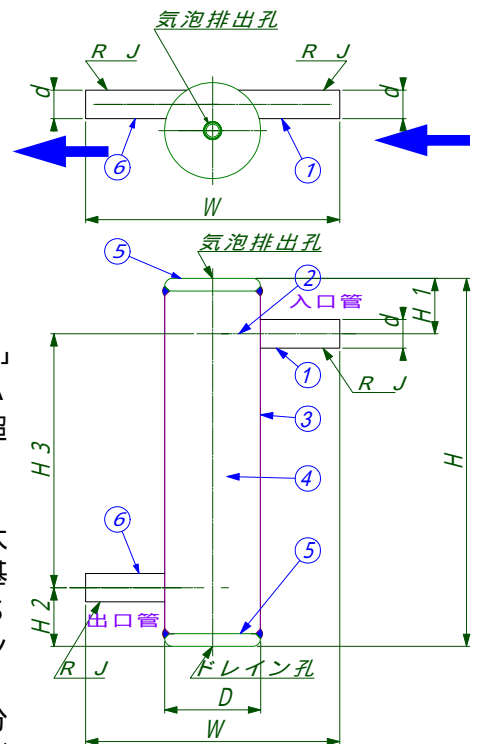

図1 基本構造
図1に、『SAS型泡イーター(bubble-eater)』の基本構造を、また、写真1に、SUS304製の、2種類のSAS型「スワール・泡イーター」の外観を示す。特許申請中【特願2010-195510】のSAS{Swirl Awa-eater Single-jet}型「スワール・泡イーター」は、超高性能の、SASM型が、2~12個の“多数のジェット(Multi-jet)”で、強力な旋迴流を形成させているのに対して、単孔ジェット(Single-jet)で、速度減衰を最小にする構成で渦流生成させています。すなわち、“安価に”大流量処理の脱泡器を提供する事が、SAS型「スワール・泡イーター」の基本目的です。構造的には、ハウジングがストレート(Straight)構造の『SAS-S型』と、旋迴流半径を小さくして脱泡効果を高めたハウジングがスロート(Throat)構造の『SAS-T型』の2種類から成ります。
**作動原理** 図1に示すように、圧送ポンプ等で「泡イーター」の「入口管(部)」に供給された気液混在流体は、その中に設けられた「スワール・ジェット」を介して、「ハウジング」の外周部に偏芯して供給され、渦流(スワール)が形成される。スワールは、「ハウジング」内に保持され、「分離気泡」は、「ハウジング」中央部に配置された『バブル・パイプ』を介して、排出されます。一方の「浮遊気泡・溶存気体」流体は、「ハウジング」内を高速回転しながら下降します。